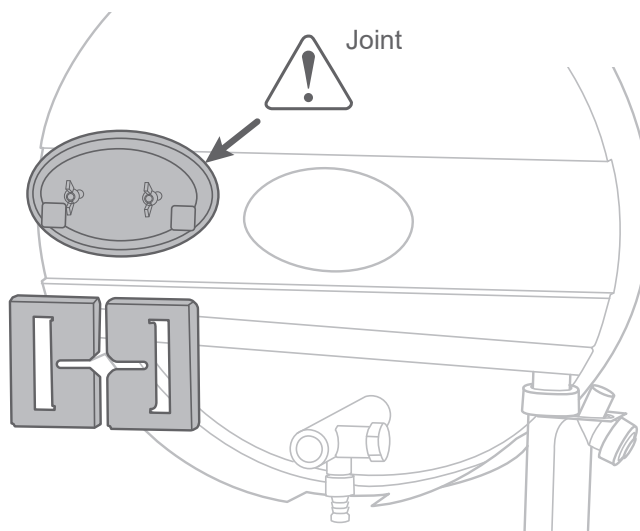

fig. 69 - Contrôle du joint de trappe arrière
- Contrôler l'état du joint de la trappe de la boîte à fumées. Contrôler l'état du joint entre la boîte à fumées et l'adaptateur cheminée (*fig. 69*).